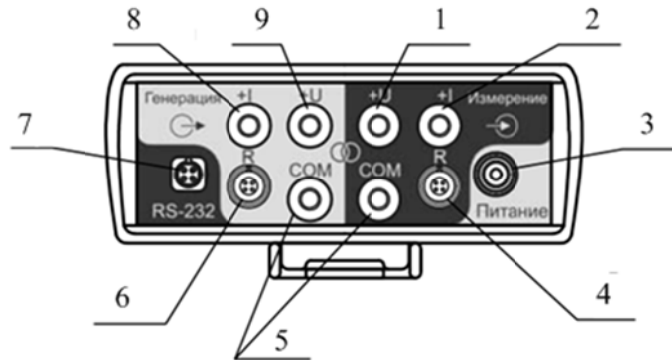

Рис. 3. Вид на верхнюю панель калибратора:
Класс точности магазина сопротивлений ($0,02/2 \cdot 10^{-6}$). В качестве эталонного калибратора используется эталонный калибратор типа Метран-510-ПКМ. Виды на верхнюю и лицевую панели калибратора показаны на рис. 3 и 4 соответственно.
12. В меню с помощью кнопок 1 и 3 (рис. 3) выбрать пункт Напряжение (мВ).
13. В меню Задать с помощью кнопок 7 (рис. 3) задать значение ТЭДС, соответствующее первой отметке прибора, нажать кнопку 4, выбрать пункт Постоянное, нажать кнопку 4.